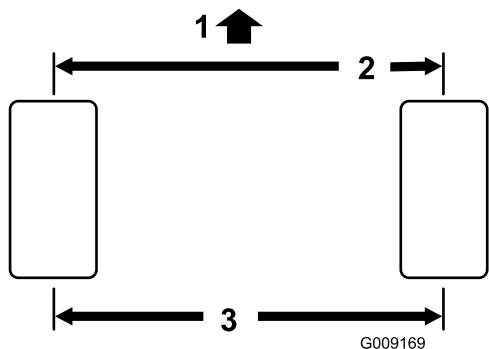

Figura 75
2. Misurate l'interasse (all'altezza dell'assale) sulla parte anteriore e posteriore dei pneumatici di sterzo (Figura 75).